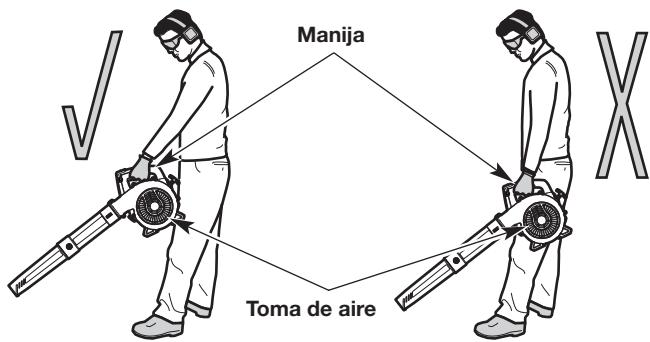

Fig. 6
- Párese en la posición de arranque (Fig. 6). Párese derecho. No se incline sobre el aparato.
- Sostenga la unidad delante y separada del cuerpo (Fig. 6).
**WARNING:** A fin de evitar que se produzcan lesiones graves o daños a la unidad, **NO** sostenga la unidad en su costado (Fig. 6). El motor puede estar muy caliente.